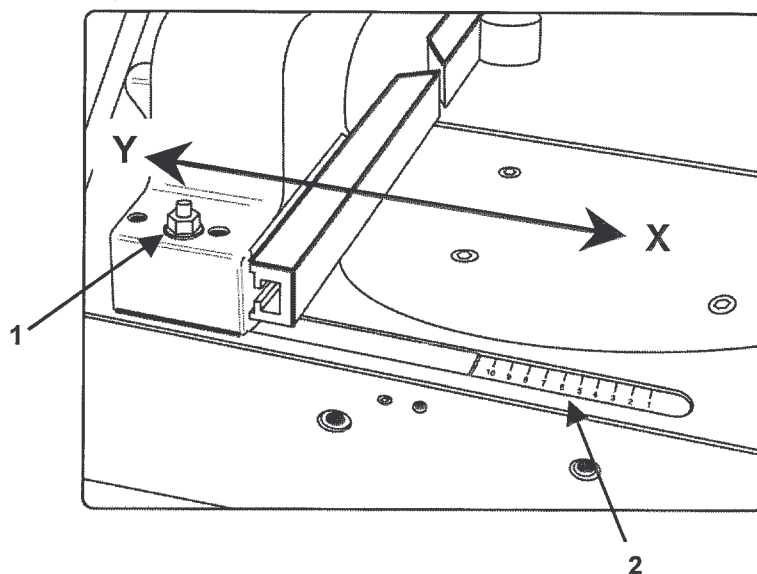

Fig. 09-05
9.4 REGOLAZIONE GANASCIA MORSA (Fig. 09-05)